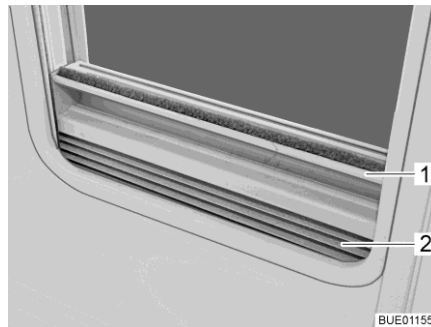

Bild 52 Plisségardin
- Stänga:** ■ Ta tag i mitten på plisségardinens (Bild 52,2) list (Bild 52,1) och drag den nerifån och upp och släpp loss den vid önskad höjd. Plisségardinen stannar på denna höjd.